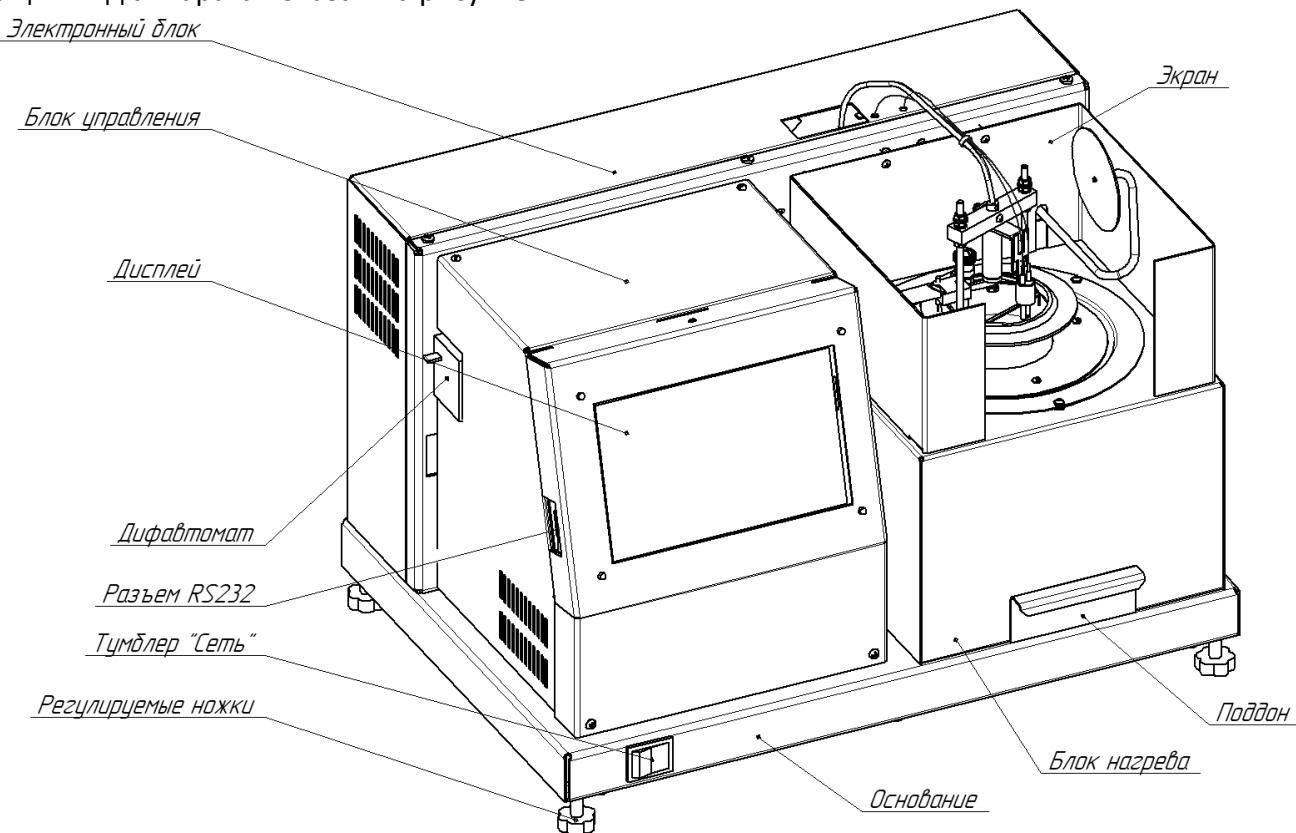
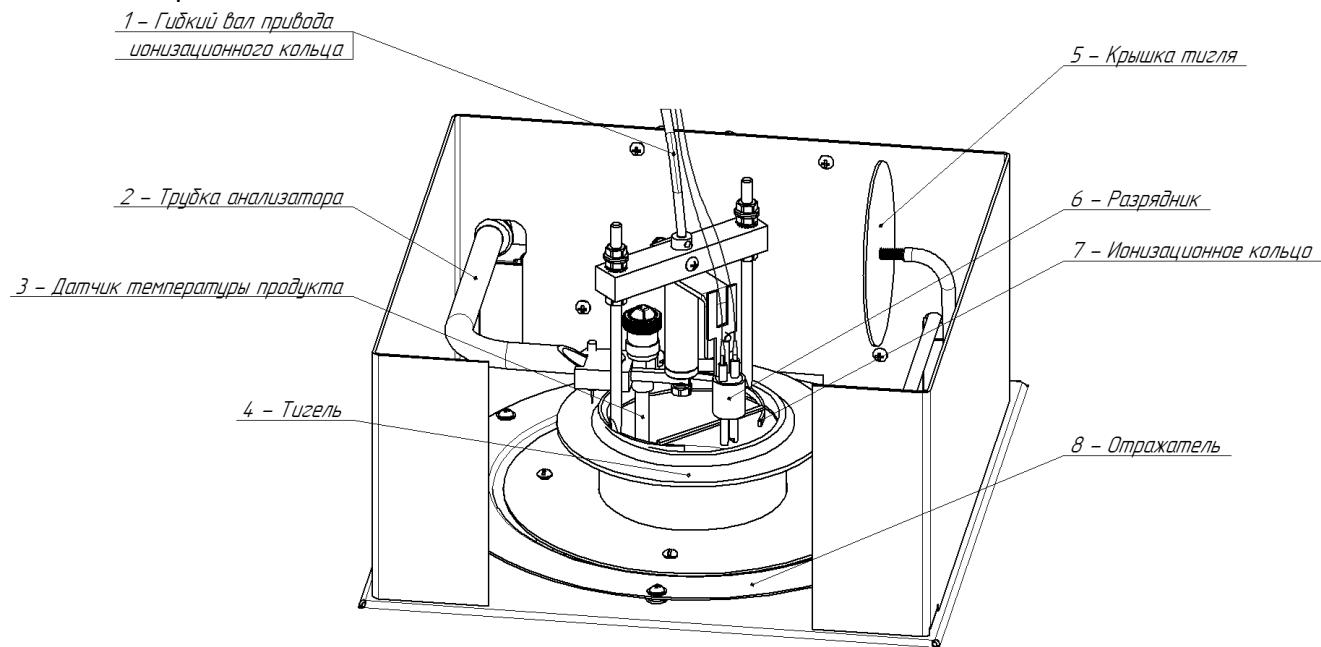
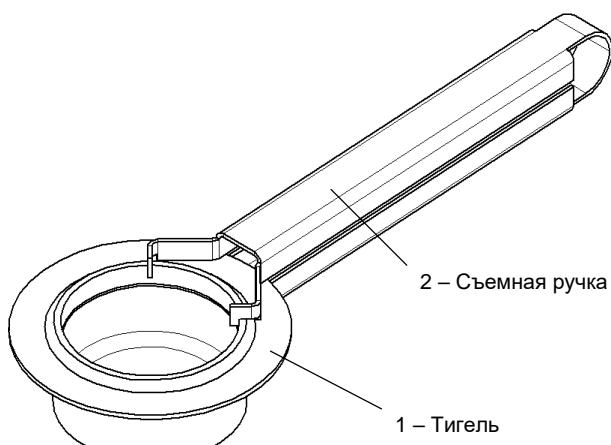

Рисунок 1 – Общий вид аппарата
Рисунок 2 – Блок нагрева
Рисунок 4 – Тигель со съемной ручкой
В верхней части блока нагрева (рисунок 2) находятся: трубка анализатора, заканчивающаяся пластиною, на которой закреплены привод ионизационного кольца и датчик температуры продукта. Разрядник закреплен на пластине, соединенной с гибким валом привода ионизационного кольца. Внутри отражателя расположен нагреватель, на который устанавливается тигель. В правой части блока нагрева расположена крышка тигля, которая необходима для тушения пламени при воспламенении продукта во время испытания.
- поверхность установки должна быть горизонтальной, в противном случае, вращением регулируемых ножек (рисунок 1 на странице 4) необходимо добиться совпадения мениска нефтепродукта и метки по периметру внутренней поверхности тигля, установленного в аппарат.
- при снятом поддоне (рисунок 1 на странице 4) продуть аппарат сжатым воздухом давлением менее 1 атмосферы, направляя поток в отверстие в отражателе (рисунок 2 на странице 5);
3.3.1 С помощью съёмной ручки (рисунок 4 на странице 6) взять тигель и горизонтально установить его в отверстие в отражателе (рисунок 2 на странице 5).
3.3.2 Подключить аппарат к сети питания, включить его тумблером «Сеть» (рисунок 1 на странице 4).
4.2.3 Режим работы аппарата – непрерывный. После окончания работы аппарат выключается тумблером «Сеть» (рисунок 1 на странице 4).
4.2.5 Во избежание получения ожогов необходимо снимать тигель только с помощью съёмной ручки (рисунок 4 на странице 6).
4.4.2 Визуально проверить чистоту ионизационного кольца и разрядника (рисунок 2 на странице 5). Если на поверхностях ионизационного кольца и разрядника есть остатки продукта, следует выполнить чистку согласно пунктам 5.7 (страница 18) и 5.10 (страница 20).